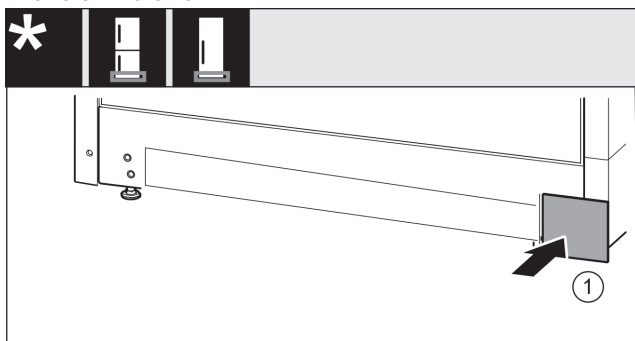

Fig. 17
- Riapplicare la copertura Fig. 17 (1) sull'altro lato.